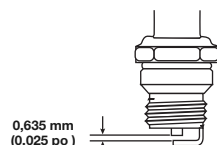

Fig. 38
3. Remplacez toute bougie fendillée, encrassée ou sale. Réglez l'écartement à **0,635 mm (0,025 po)** à l'aide d'une jauge d'épaisseur (Fig. 38).